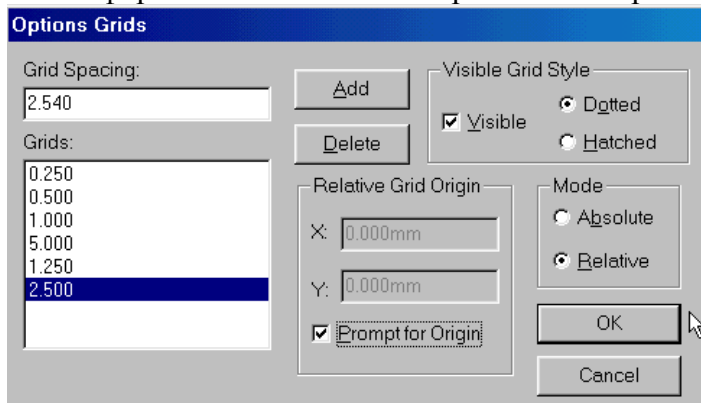

Рис. 7-9. Настройка параметров сетки
Параметры сетки (расстояние между узлами, вид сетки, ее тип) устанавливаются по команде **Options/Grids...** (Параметры/сетки). При этом появляется специальная панель **Options Grids**, показанная на рис. 7-9. Смысл параметров, устанавливаемых на данной панели, подробно рассматривался в пп. 3.3.
- 2) Набирая значения в окне *Grid Spacing*, добавляйте их к списку в окне *Grids*, используя кнопку **Add** (см. рис. 7-9).
- 4) Установите все флажки, так как показано на рис. 7-9 и нажмите кнопку **OK**.